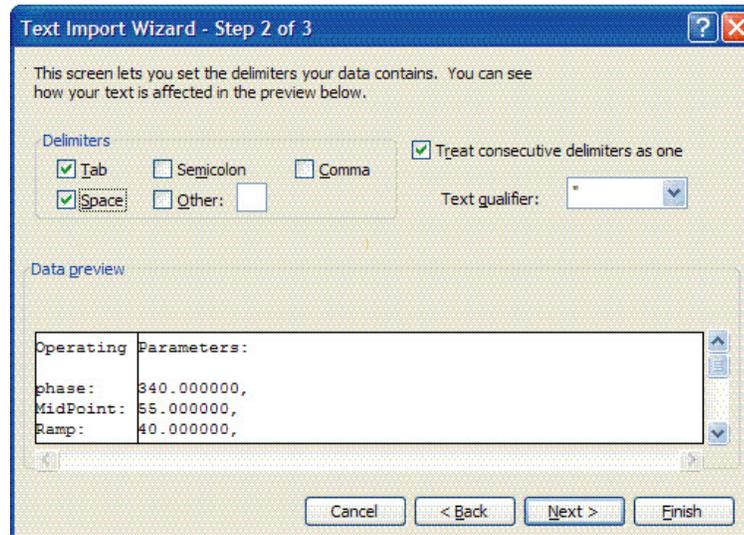

Figura 3-8 Ajuste de las tabulaciones y los espacios como separadores
3. Elija las opciones **Tabulación** y **Espacio** en **Separadores**, marque la casilla **Considerar separadores consecutivos como uno solo** como se ilustra en la Figura 3-8 y a continuación haga clic en **Finalizar** para mostrar la hoja de cálculo.